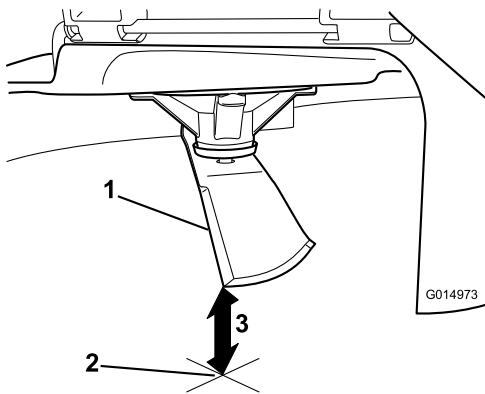

Figura 66
5. Mida desde la punta de la cuchilla hasta la superficie plana (**Figura 66**).